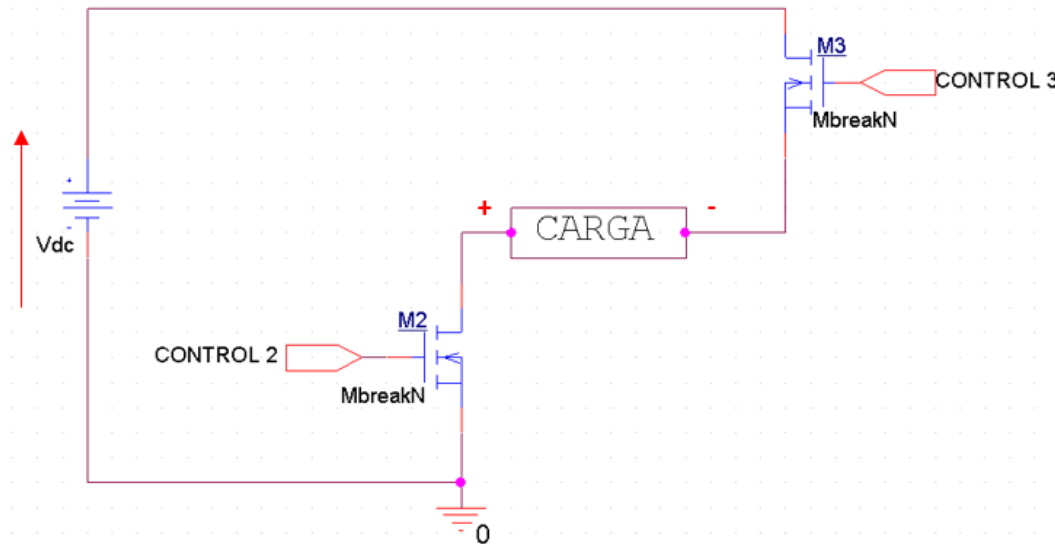

Figura 24: Tensiones del inversor si conducen M_2 y M_3
- En segundo lugar, se tendrá cuando conducen los transistores M_2 y M_3 , esto se presenta en la figura 24.